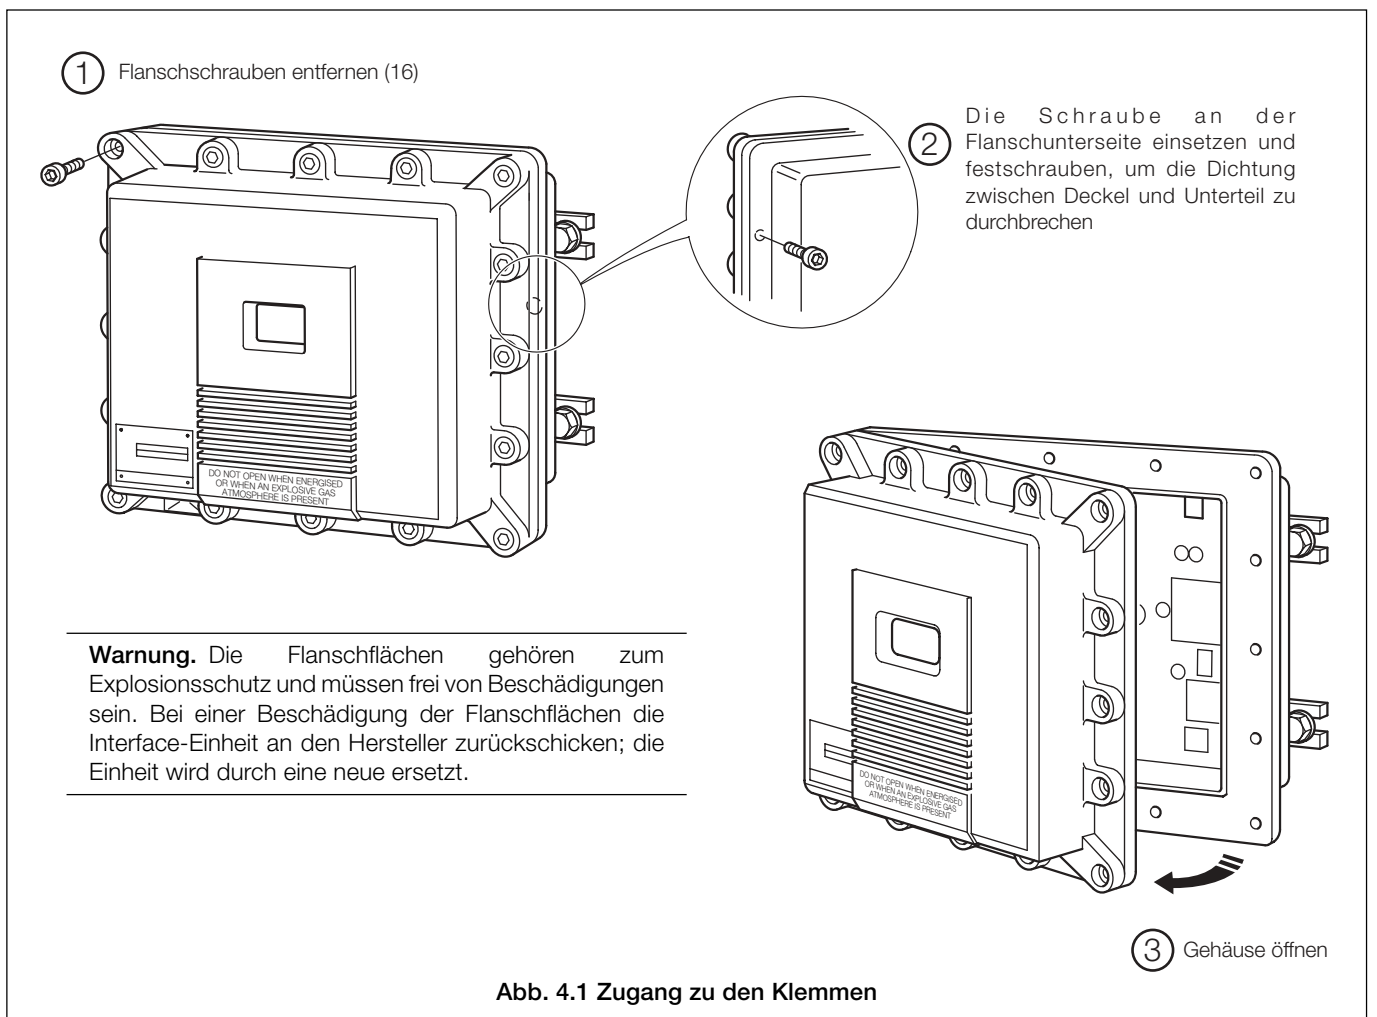

Abb. 4.1 Zugang zu den Klemmen
4.2 Zugang zu den Anschlußklemmen – Abb.4.1